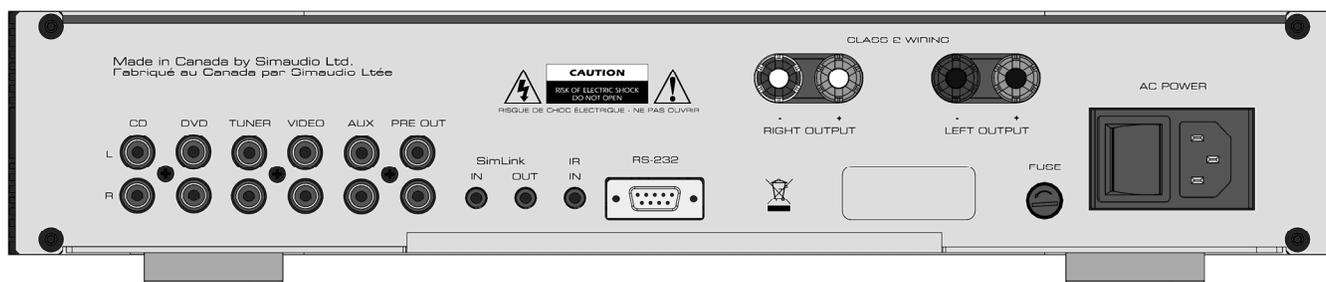

Figure 2: Panneau arrière du Nêo 250i
Le panneau arrière ressemble à celui de la figure 2 (Voir ci-dessus). Il possède cinq (5) paires de connecteurs RCA, repérées CD, DVD, Tuner, Vidéo et Aux. Les connections au canal gauche sont les prises RCA du dessus et les connections inférieures sont réservées au canal droit